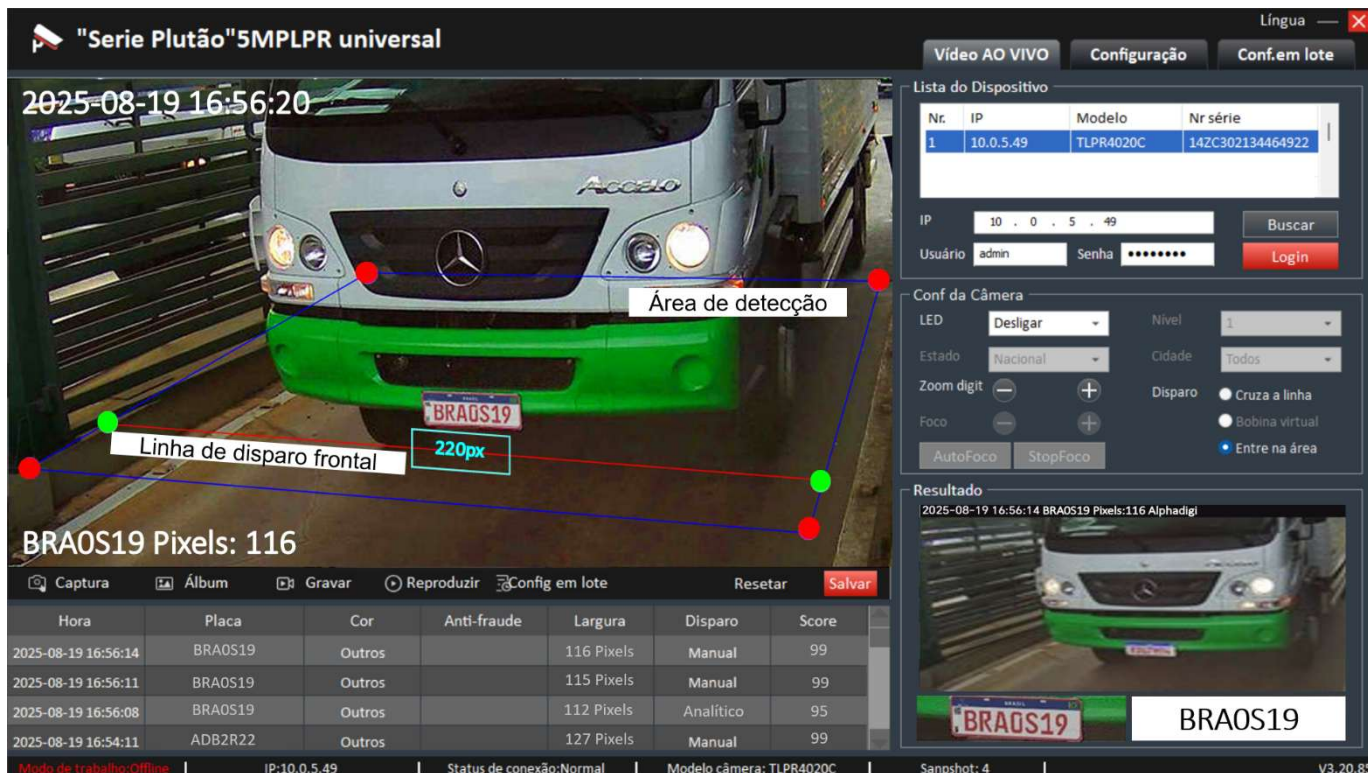

Figura 11 - Página inicial do QLPR Config
Abra a aplicação "QLprConfig" e insira o endereço IP do dispositivo, o usuário e a senha na área de configuração mostrada na Figura 11 para efetuar o login na interface simplificada da seguinte maneira:
No vídeo, você pode definir a área de reconhecimento da placa (quadro quadrilátero) e a linha de disparo de captura (linha central), ou seja, quando o veículo passar pela linha, gerará o evento de captura, além de uma caixinha (cor ciano) no meio da linha de disparo para medir o tamanho de pixels da placa. As capturas serão enfileiradas e a cada nova captura uma foto de contexto do veículo e o recorte da placa será gerada (canto inferior do lado direito da Figura 11).
- Entre na área vai gerar uma captura de placa sempre que uma placa adentrar a Área de Detecção (Figura 11), independente da direção;
- Cruza a linha vai gerar uma captura no momento que a Linha de Captura (Figura 11) for cruzada, de acordo com o sentido definido em Direção.